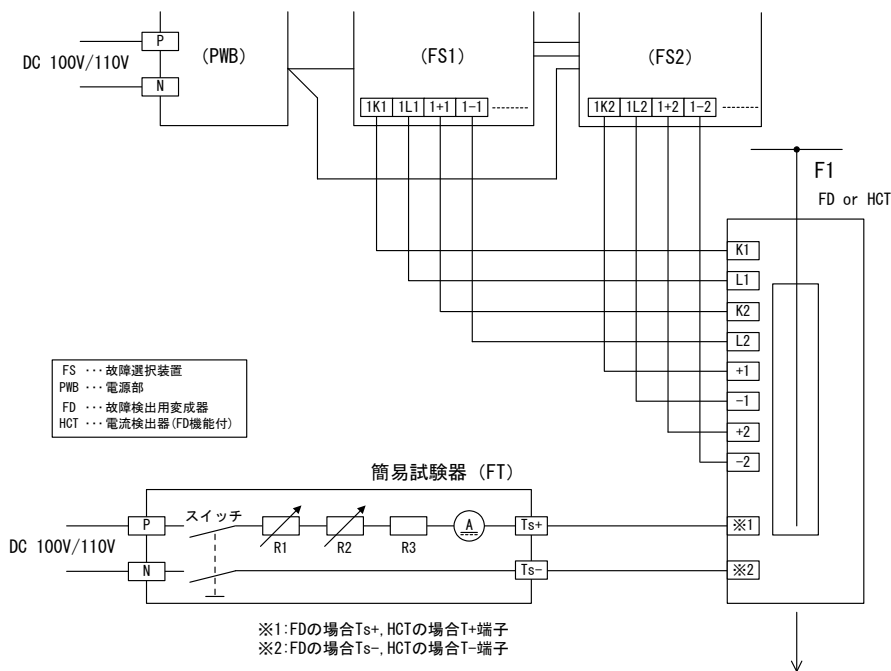

図 35. 動作試験回路
故障検出用変成器 (FD) および電流検出器 (HCT) には一次電流と等価な試験コイルを内蔵しており、一次電流 1000A あたり約 1A の直流電流を通電することで等価試験を行うことができます。図 35 に弊社製の簡易試験器 (FT) を使用した場合の等価試験回路を示します。
(2) 等価試験の試験手順
- ① 図 35 のように、FT の Ts+・Ts- 端子を FD の Ts+・Ts- 端子（または HCT の T+、T- 端子）に接続し、FT の P、N 端子を DC100V/110V に接続して下さい。
- ② 可変抵抗器 R1、R2 を左に回し FT の内部抵抗値を最大にした状態で、FT のスイッチを投入し、FS の動作を確認して下さい。
- ③ 不動作の場合はR1, R2 を右へ回して抵抗を減らして、再びスイッチを投入して、FS の動作を確認して下さい。
- ④ ③の操作を繰り返して動作限界点を求め、動作時の電流値を電流計(A)で確認します。この動作電流値が試験成績表に記載の電流値と比較して±10%以内ならば装置の動作感度は正常とみなします。
(3) 等価試験時の注意事項
- ① スwitchの切時間は5秒以上確保して下さい(切時間が短い場合は誤差が発生)。
- ② DC100V/110V 電源は十分に容量が大きい電源を使用して下さい(リップルやレスポンスの大きい電源および内部インピーダンスの大きい電源の場合は誤差が発生)。
- ③ スwitchの投入時間は、簡易試験器に内蔵されている抵抗器の熱的な面から長い時間の通電をさげ、メータの読取りが終わったらすみやかに切して下さい。投入時間は長くても5秒以内とし、切時間は5秒以上確保して下さい。